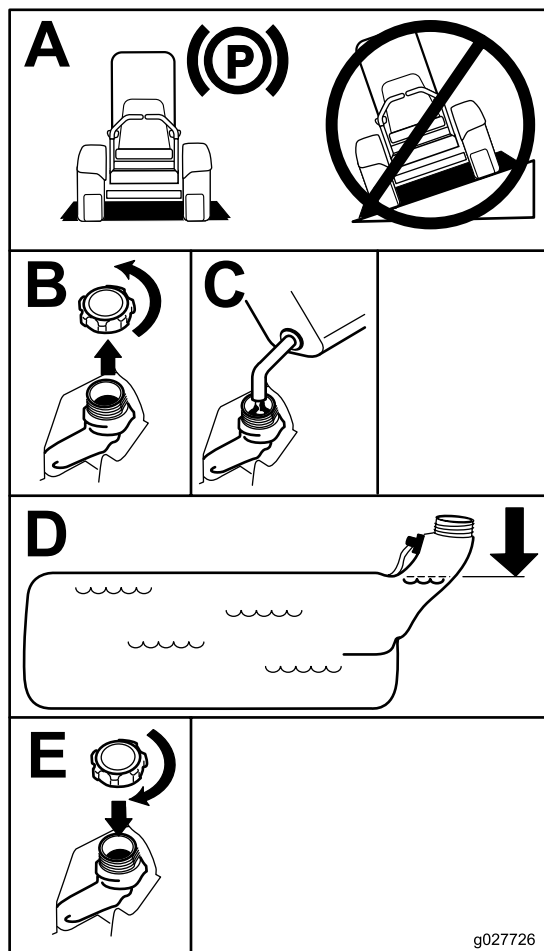

Bild 7
5. Füllen Sie den Kraftstofftank bis zur Unterseite des Füllstutzens (Bild 7).